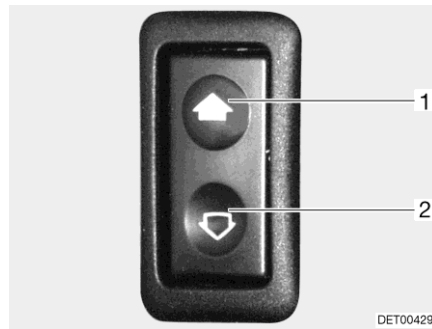

Bild 27 Reglage för elmanövrerad fönsterhiss
- Öppna: ■ Tryck nedtill (Bild 27,2) på kontakten.
- Stänga: ■ Tryck upptill (Bild 27,1) på kontakten.